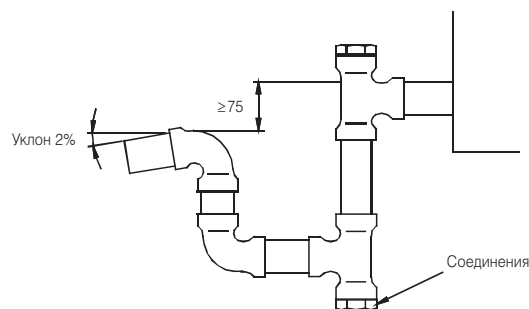

Рис. 8-3
- Подсоедините сифон, как показано на Рис. 8-3.